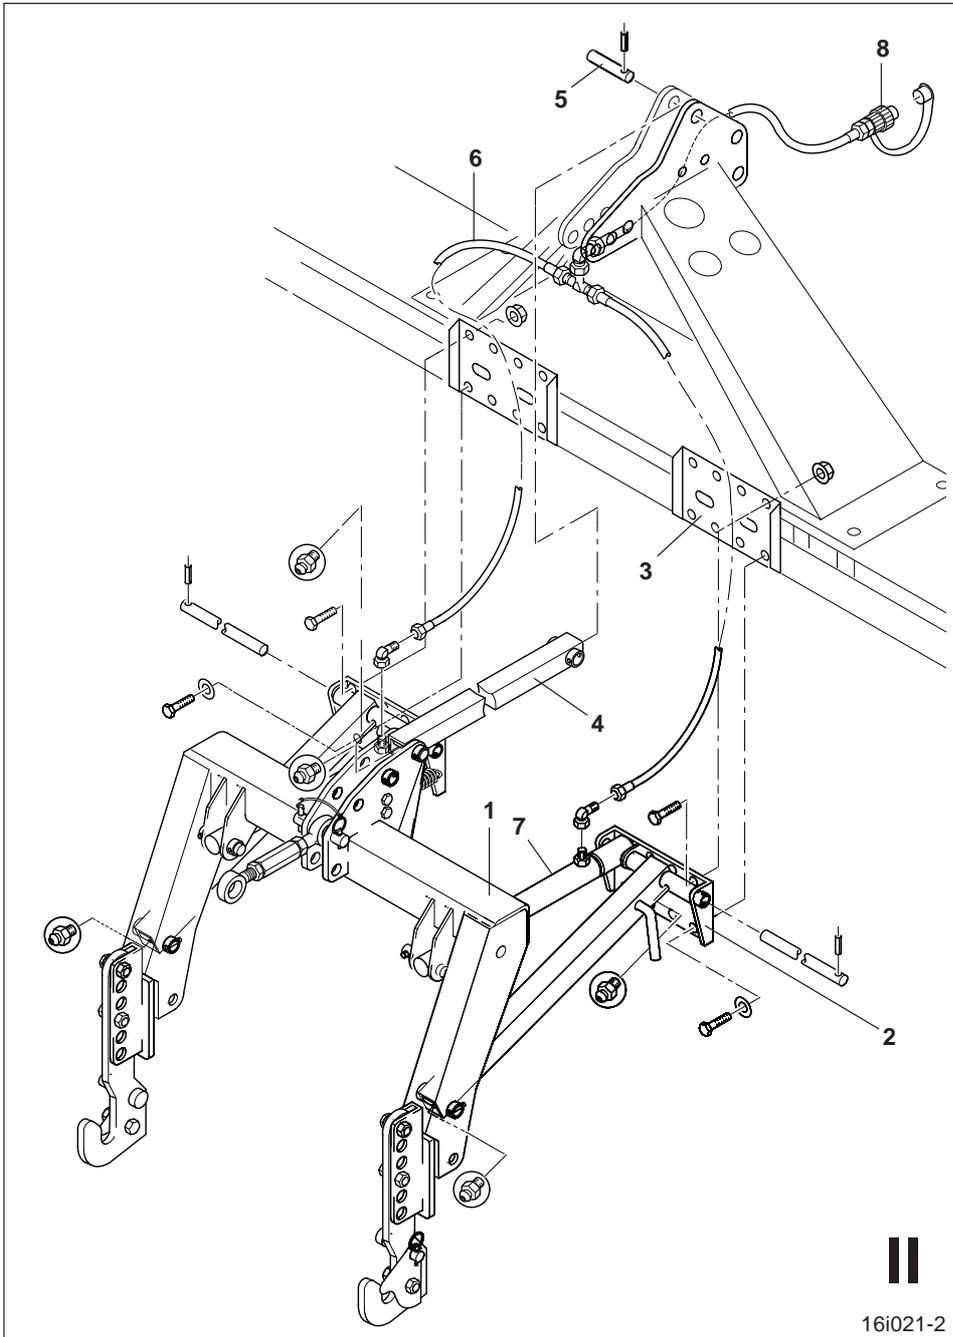

Fig. 13.3
- Accrochez le "Portacourt 2" à un treuil ou à un palan (fig. 13.3/1).
- Vissez les platines d'attelage (fig. 13.3/2) du "Portacourt 2" sur les plaques (fig. 13.3/3) de l'outil de préparation de sol en utilisant pour chacune d'elles 5 vis 6 pans.
- Fixez le tirant supérieur (fig. 13.3/4) au 3ème point de l'outil de préparation de sol en utilisant un axe (fig. 13.3/5) et goupillez en sécurité.
- Connectez le flexible hydraulique pré-assemblé (fig. 13.3/6) aux deux vérins hydrauliques (fig. 13.3/7) et attachez-le à l'outil de préparation de sol à l'aide de sangles.
- Branchez le raccord rapide du flexible (fig. 13.3/8) à une prise simple effet du tracteur (reportez-vous aussi aux recommandations du chap. 13.0). Actionnez dans la cabine du tracteur le distributeur commandant le relevage du "Portacourt" pour le mettre en pression et contrôlez l'étanchéité du circuit hydraulique. Éliminez les fuites éventuelles.